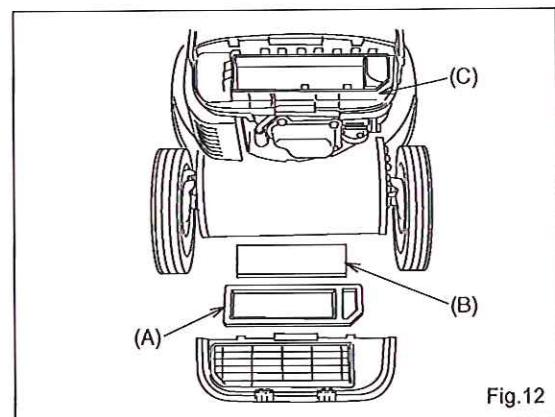

Fig.12
- (2) エアクリーナボディ (C) から濾紙エレメント (A)、スponジエレメント (B) を取り外して下さい。(Fig.12)